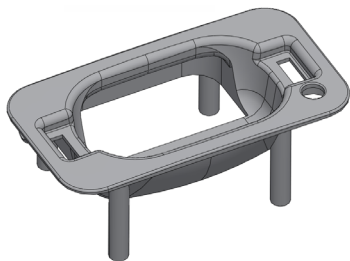

图 8-59 更改零件颜色效果
(3) 弹出【颜色】属性管理器，在颜色色块右侧的数值框中依次输入 192，单击【确定】按钮，即可更改零件颜色，如图 8-59 所示。